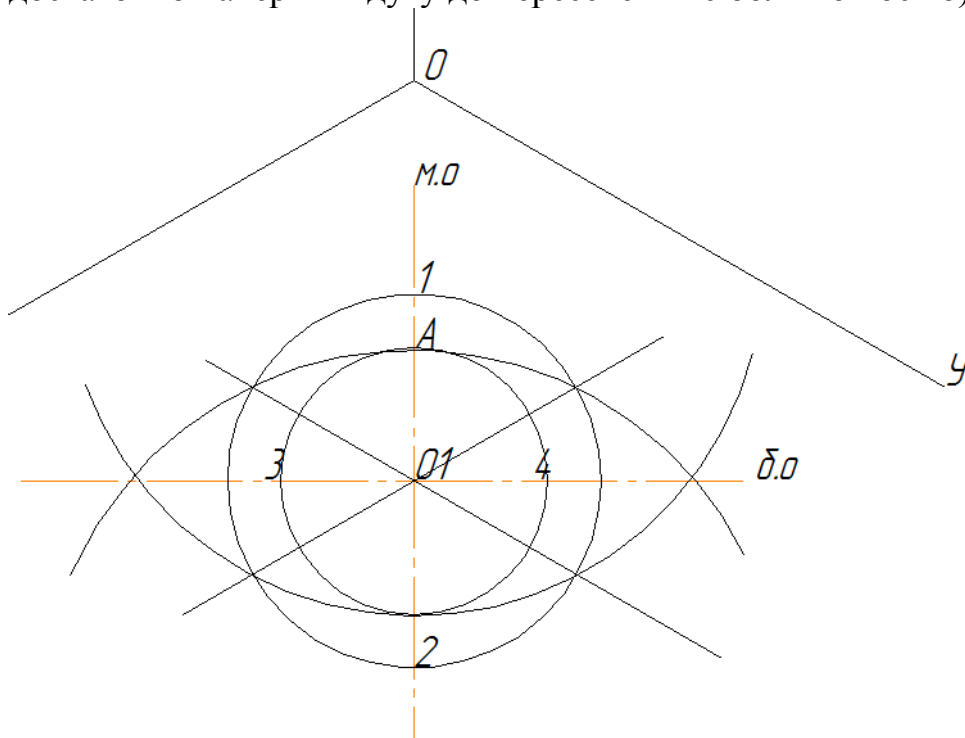

рис.3
1.10. Радиусом равным расстоянию O_1A из точки O_1 начертить окружность, пересечение с большой осью обозначить точками 3 и 4 (рисунок3, достаточно начертить дугу до пересечения с большой осью)